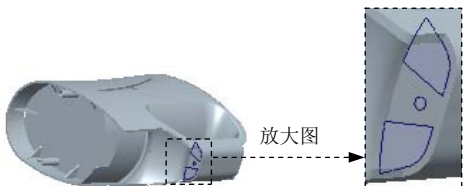

图 17.8 平整曲面
Step7. 创建图 17.8 所示的平整曲面。
(1) 单击 **分型面** 操控板 **曲面设计** 区域中的“填充”按钮 , 此时系统弹出 **填充** 操控板。